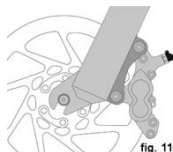
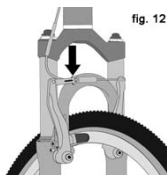

fig. 11
fig. 12
3. Alcuni freni per bicicletta, come i freni a disco (fig. 11) e i freni a V (fig. 12), sono estremamente potenti. Assicurarsi di familiarizzare con questi freni e utilizzarli con particolare cura.
sgancio rapido del freno si trova in posizione aperta, i freni non funzionano. Chiedere al proprio rivenditore di assicurarsi di illustrare chiaramente come funziona il meccanismo a sgancio rapido dei freni della bicicletta (vedere fig. 12, 13, 14 e 15) e controllare sempre che entrambi i freni funzionino in maniera corretta prima di montare sulla bicicletta.